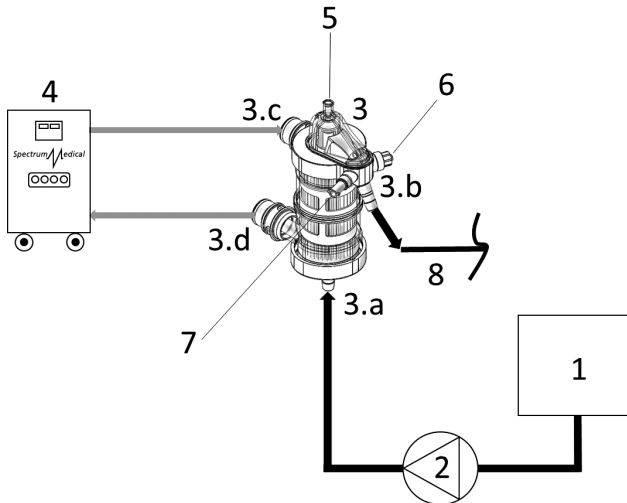

Fig. 2
- Kontrollér, at O-ringen på HTF-konnektorerne findes (ref. 3c og 3d i fig. 2).
4. Fjern beskyttelseshætterne fra konnektorerne på anordningens HTF-side (ref. 3c og 3d i fig. 2).
5. Tilslut slangerne af Spectrum Medical Quantum Heater-Cooler System opvarmer-køler (ref. 4 i fig. 2) til anordningen (ref. 3c og 3d i fig. 2) ved hjælp af hun-lynkoblingskonnektorerne.
2. Fjern beskyttelseshætten fra blodindgangskonnetoren (ref. 3a i fig. 2).
4. Fjern beskyttelseshætten fra blodudgangskonnetoren (ref. 3b i fig. 2).
6. Luer-lås-udluftningskonnetoren (ref. 5 i fig. 2) skal tilsluttes til en udluftningsslange med en stophane. Udluftningsslangen skal være forsynet med en envejsventil for at forhindre returflow ind i anordningen.
8. Tilslut en yderligere udluftningsslange til overtryksventilen (ref. 6 i fig. 2).
10. Sæt den YSI-kompatible temperaturføler ind i anordningens følerkobling (ref. 7 i fig. 2).
1. Åbn udluftningsslangen (ref. 5 i fig. 2).
2. Afklem anordningens udgangsslange og start kardioplegi-pumpen (ref. 2 i fig. 2) med et lavt flow (30-40 ml/min).
4. Luk udluftningsslangen (ref. 5 i fig. 2).